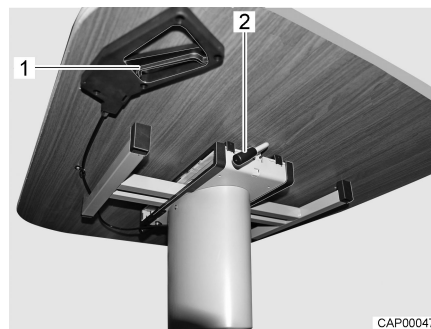

Fig. 28 Décaler la table à hauteur réglable
- Faire pivoter le levier (Fig. 28,2) vers le bas jusqu'à ce qu'il ait une position verticale vers le bas.
- Faire pivoter le levier (Fig. 28,2) vers le haut jusqu'à ce que le plateau de table soit fixé.
- Tirer sur la poignée de verrouillage (Fig. 28,1).
- Lâcher la poignée de verrouillage (Fig. 28,1). Le plateau de table reste à la hauteur réglée.